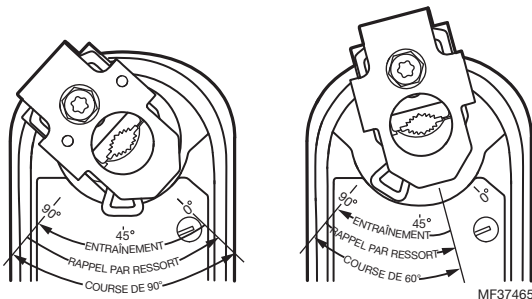

Fig. 7. Réduction de la course.
3. Faites pivoter l'accouplement à la position voulue, en l'alignant selon son étiquette de course. Voir la Fig. 7.
EXEMPLE : Le fait de régler l'accouplement d'arbre à une position de sécurité approximative de 30° (comme indiqué sur le boîtier) limite la course à 60°. (Voir la Fig. 7)